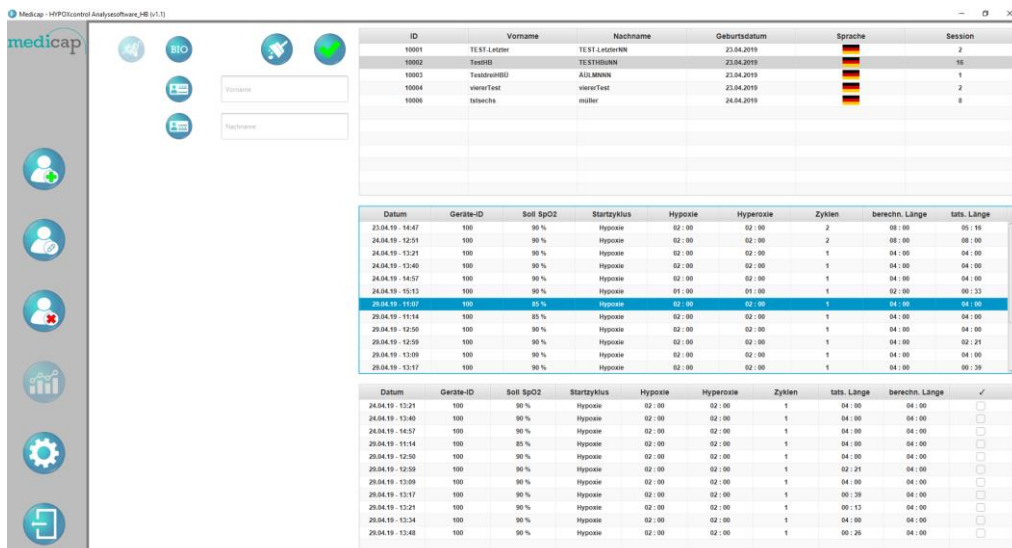
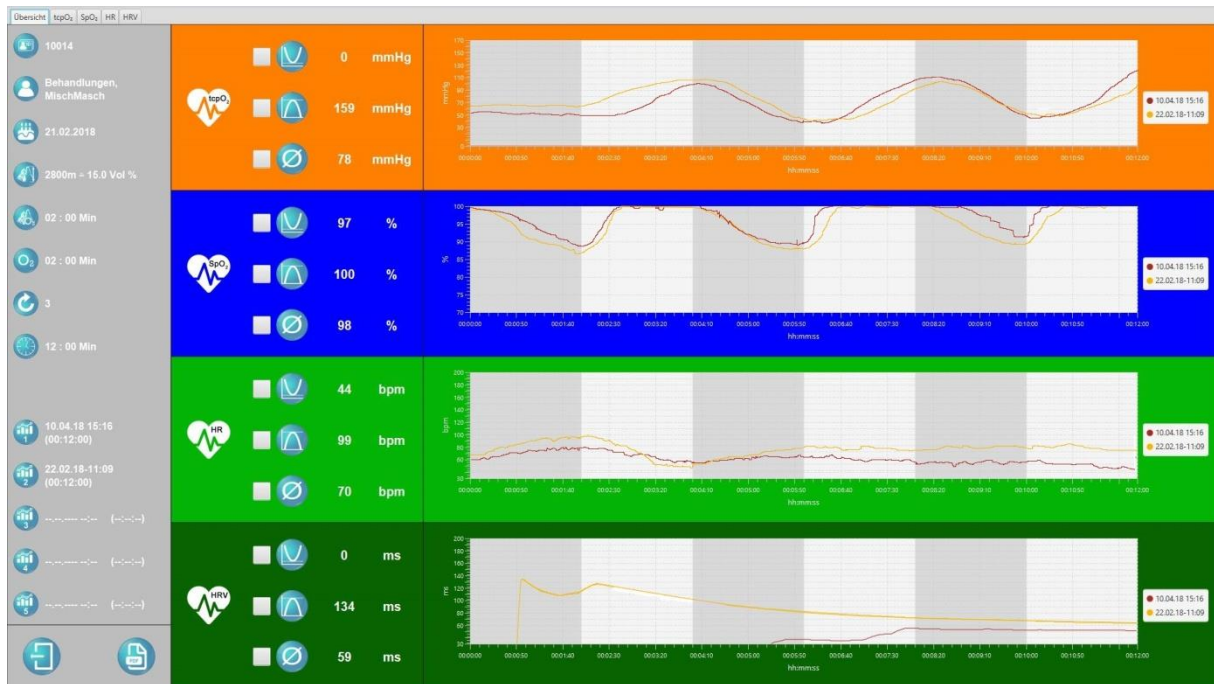

Bild 6-18: Vollständige Auswahl einer auszuwertenden Behandlung
Bild 6-20: Vergleich von drei Behandlungen
- (57) Entscheidet man sich in Bild 6-18 mehrere Therapien für ein Vergleichen zu markieren, erscheint ein anderes Menü zur Auswertung (siehe Bild 6-20). Darin sind die Vitalmesswerte nach ihrer Bedeutung getrennt.